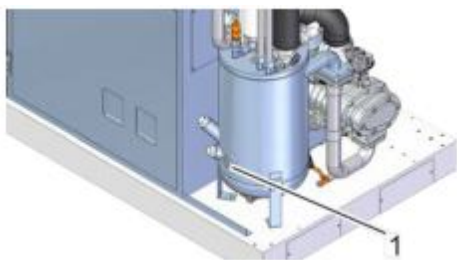

Рис. 31: Смотровое стекло
4. ➔ Проверьте уровень жидкости через смотровое стекло (Рис. 31/1).